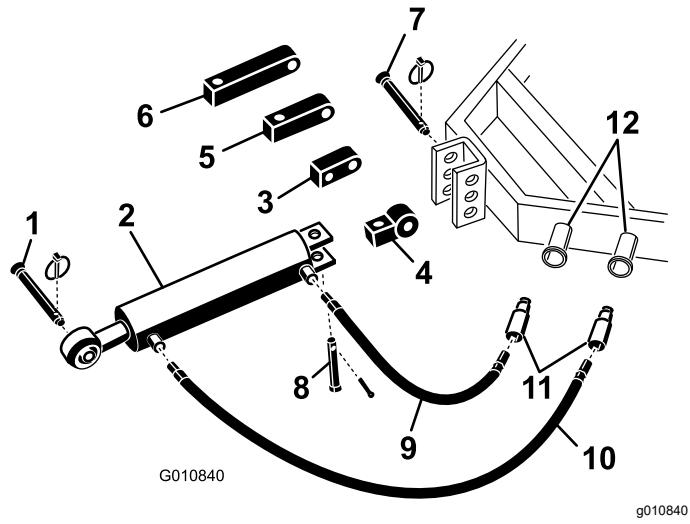

Figura 5
- Fixe a extremidade de ligação do braço de ligação hidráulico à unidade de tração com os pinos fornecidos com a unidade de tração (Figura 5).
**Nota:** Se tiver de posicionar o cilindro hidráulico com as portas voltadas para cima, utilize o bloco rotacional em vez do bloco de montagem padrão para reposicionar o cilindro (Figura 5). Poderá ter de utilizar uma união hidráulica de 90° em vez do bloco rotacional (as uniões de 90° não estão incluídas).
- Retire o contrapino e o pino que fixam a ligação padrão ao cilindro (Figura 5). Retire a ligação do cilindro.
- Instale o bloco rotacional no cilindro com os pinos previamente retirados (Figura 5).
- Ligue a mangueira hidráulica comprida, de 106 cm, à porta da articulação superior hidráulica que está mais perto do arejador Figura 5. Aplique fita ou composto vedante de rosca nas roscas da mangueira para evitar quaisquer fugas.
- Ligue a mangueira hidráulica curta, de 76 cm, à porta da articulação superior hidráulica que está mais perto da unidade de tração (Figura 5). Aplique fita ou composto vedante de rosca nas roscas da mangueira para evitar quaisquer fugas.
Se o cilindro hidráulico não chegar ao suporte de montagem do arejador, utilize um bloco de extensão em vez do bloco de montagem padrão para ligar o cilindro à unidade de tração (Figura 5).
- Instale o bloco de extensão com o comprimento necessário no cilindro com os pinos previamente retirados (Figura 5).